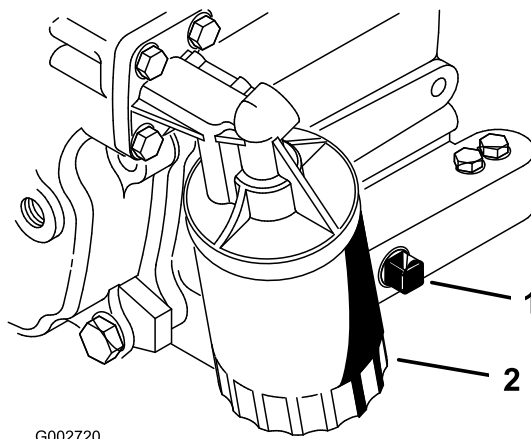

Рисунок 27
2. Снимите сливную пробку (Рисунок 27) и дайте маслу вытечь в сливной поддон. Когда масло перестанет течь, установите сливную пробку на место.
3. Снимите масляный фильтр (Рисунок 27).